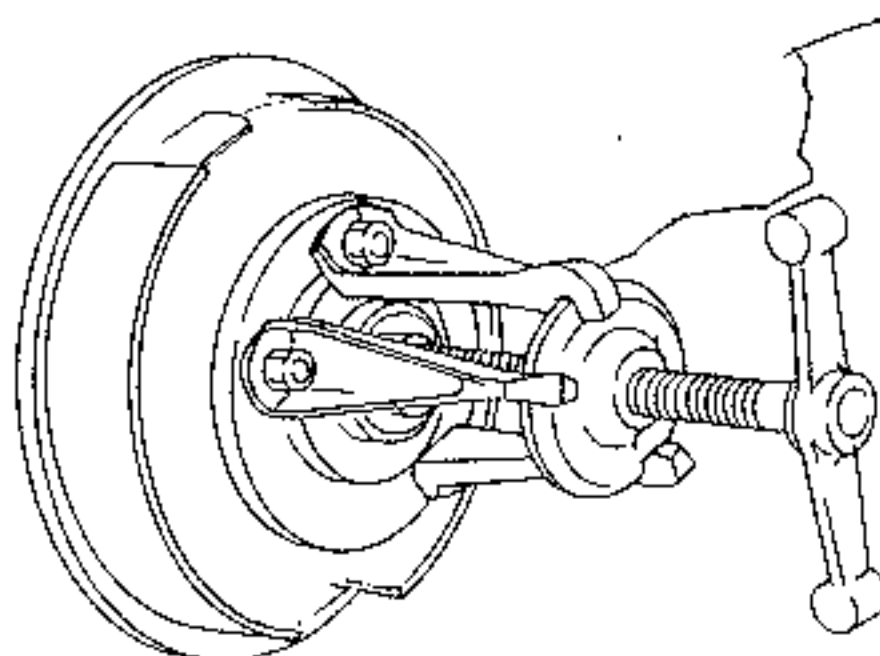

Bild 80
- Zum Abziehen der Nabe ist ein Dreiarmabzieher erforderlich, welcher wie in Bild 80 gezeigt an der Nabe angeschraubt werden kann. Ein beliebiger Abzieher kann verwendet werden, jedoch ist ein Schlaghammer zu vermeiden, um die Lager nicht zu beschädigen.